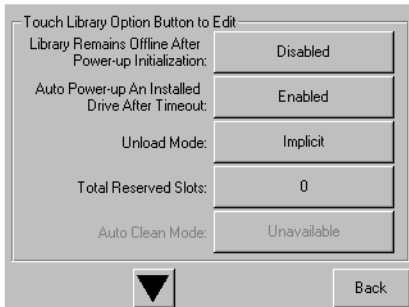

Abbildung 3-6. Alle reservierten Fächer
2. Drücken Sie im Bildschirm *Library Options* auf ▼, um zu dem Bildschirm mit der Option *Total Reserved Slots* (Alle reservierten Fächer) zu gelangen (siehe Abbildung 3-6).